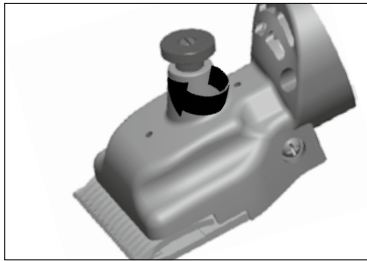

Figure 3
- ställ reglaget på avstängt läge (**bild 3**) innan du byter batteriblock
Före klippningen: Koppla från maskinen (**bild 3**) och vrid justerskruven tills ett första motstånd känns.
Reglaget har två lägen (**bild 3**, visar läge 0)